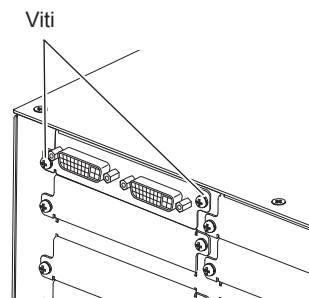

Fig. 3
3) Fissare la scheda di interfaccia. (Fig. 3)
- 3) **Utilizzare un cacciavite a stella per serrare in modo sicuro la vite di fissaggio (x 1) del dispositivo di Alimentazione. (Fig. 3)**